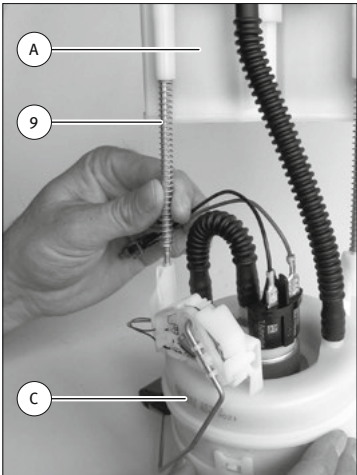

Abb. 7/Fig. 7/Puc. 7/图7
- 附带的两个弹簧推到导向杆 (9) 上 (图 7)。
- 导向杆 (9) 推入导向件内, 直至锁定件 (3) 啮合。
- 油箱传感器 (4) 的插头 (5) 和燃油泵的插头 (6) 插到法兰盖 (A) 上。不要混淆插头。